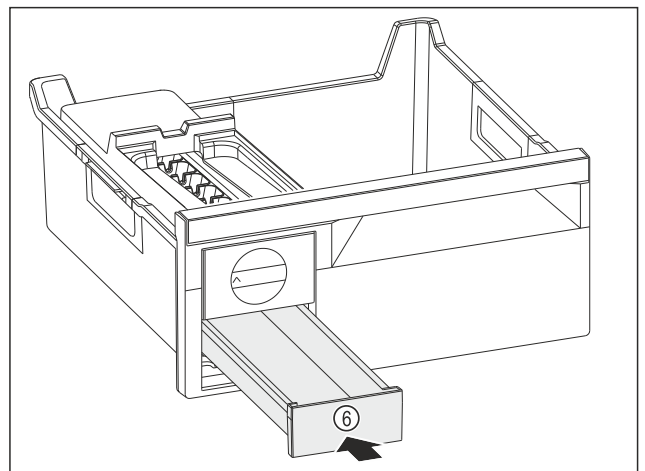

Fig. 83
- ▶ Spingere verso l'interno il cassetto del ghiaccio Fig. 83 (6).